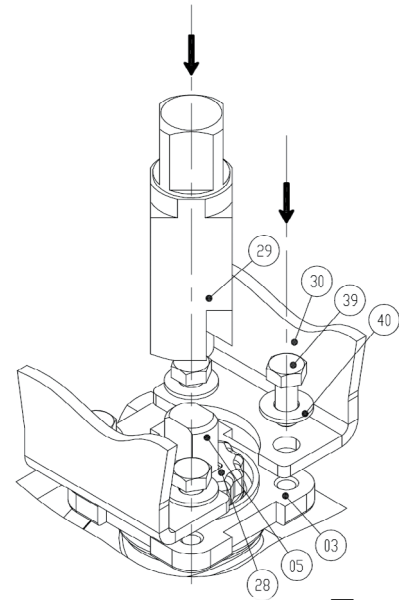
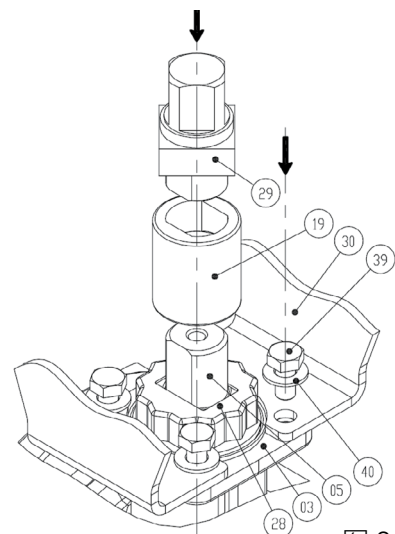

图 1
图 2
阀门与执行器套件装配示意图 (图1和图2)
1. 将执行器支架 (30) 装到球阀 ISO 法兰平台 (03) 上。
2. 检查防滑盖 (28) 是否安装;
3. 安装4只垫圈 (40) 和 4 只螺栓 (39), 并将其拧紧;
4. DN 10 至 DN 50 的阀体: 将连接杆 (29) 安装到阀杆上 (05) (图1);
5. DN 65 至 DN 200 的阀体: 将套筒 (19) 安装到阀杆 (05) 上, 再将连接杆 (29) 安装到套筒 (19) 上 (图2)。